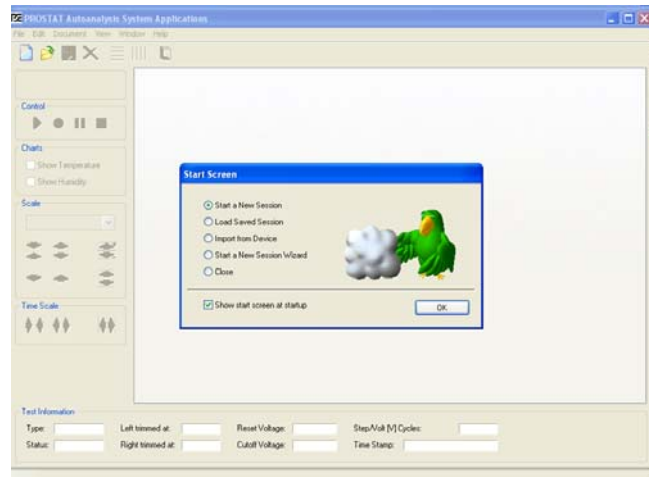
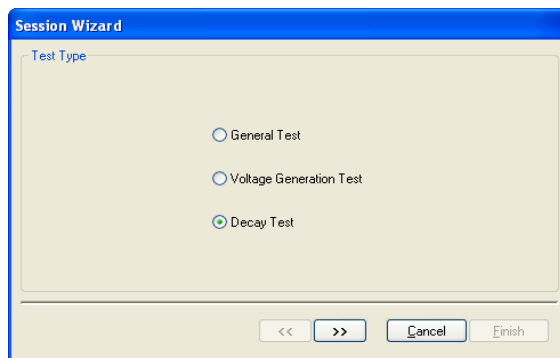

図9：オートアナリシスソフトウェアのスタートスクリーン
図10：最初のページのセッションウィザードウィンドウでは試験タイプを指定します
5. セッションウィザードが最初の画面に自動的に開きます (図9)。以下の
6. **“Start a New Session Wizard”** を選択し **OK** をクリックして下さい。(図9) セッションウィザードのテストスクリーンが開きます。(図10) テストタイプを選択しテストレポートに含まれる必要な情報を入力してください。詳細については以下の**The Session Wizard** セクションを参照してください。
オープニングスクリーン (図10) は実施するテストのタイプを指定するために使用します。図10では、減衰試験(Decay Test)を選択しています。